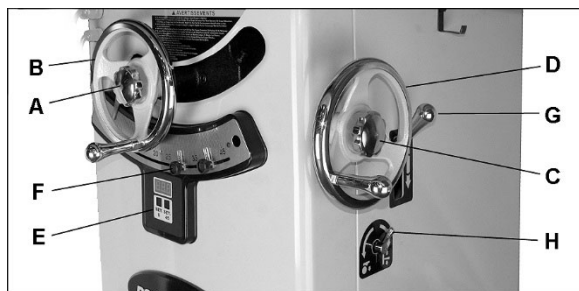

Figure 8-1 : réglages de la lame
Voir la Figure 8-1.
Pour lever ou abaisser la lame, desserrez le bouton de verrouillage (A, figure 8-1) et tournez le volant à main (B) sur l'avant de la scie jusqu'à atteindre la hauteur voulue. Serrez le bouton de verrouillage (C). La lame doit être soulevée sur environ 1/8 po au-dessus de la surface supérieure du matériau à couper.
Pour enclencher le système des roulettes, actionnez la poignée (G, figure 8-1) environ 4 ou 5 fois.